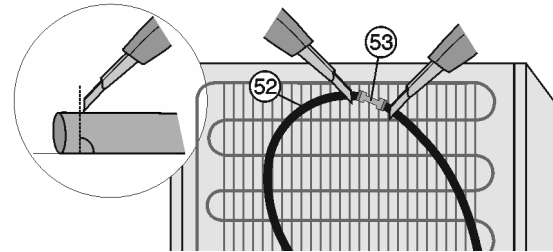

Fig. 23*
► Corte el tubo flexible de agua Fig. 23 (52) en la parte trasera del aparato delante y detrás del empalme Fig. 23 (53) (90° respecto a la dirección del tubo).*